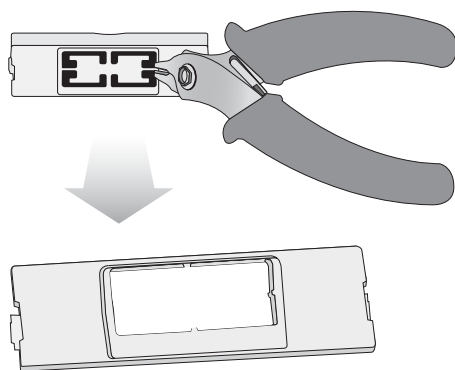

Fig 3
2. Con un tronchesino, eliminare dallo sportellino la parte plastica prefabbricata, ottenendo il foro corrispondente all'uscita del connettore a 2 vie (vedi Fig. 3);
2. Use cutting nippers to remove the pre-cut plastic part from the cover, opening the hole required for the output of the 2-pin connector (see Fig. 3);